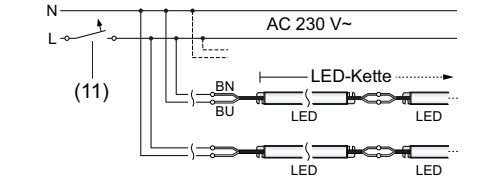

Bild 5: Schaltskizze
- Lichteinsätze gemäß Schaltskizze anschließen (Bild 5).